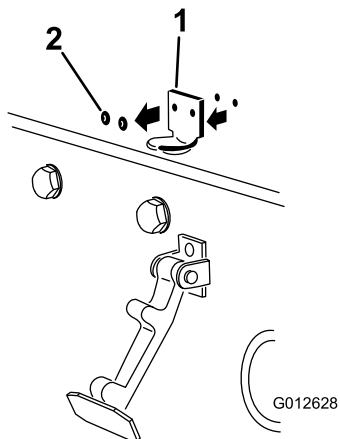

Bild 5
2. Entfernen Sie die zwei Nieten, mit denen die Halterung des Motorhaubenriegels an der Motorhaube befestigt ist (**Bild 5**).
Hinweis: Die Riegelhalterung muss an der Haube anliegen (**Bild 5**).